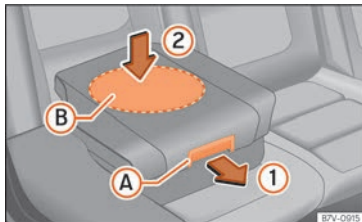

Fig. 99 Seggiolino per bambini integrato: abbassare il cuscino.
- Tirare il cuscino in avanti mediante la leva di sblocco »» fig. 99 (A) nel senso della freccia ①.
- Spingere il cuscino verso il basso dalla zona centrale (B) nella direzione indicata dalla freccia ② per incastrarlo in modo sicuro »» ❶. I supporti laterali si piegano automaticamente.
❶ ATTENZIONE
Mentre si abbassa il seggiolino integrato per bambini, premere solo sul centro del cuscino »» fig. 99 ②. In caso contrario, il cuscino potrebbe torcersi e non incastrarsi correttamente.